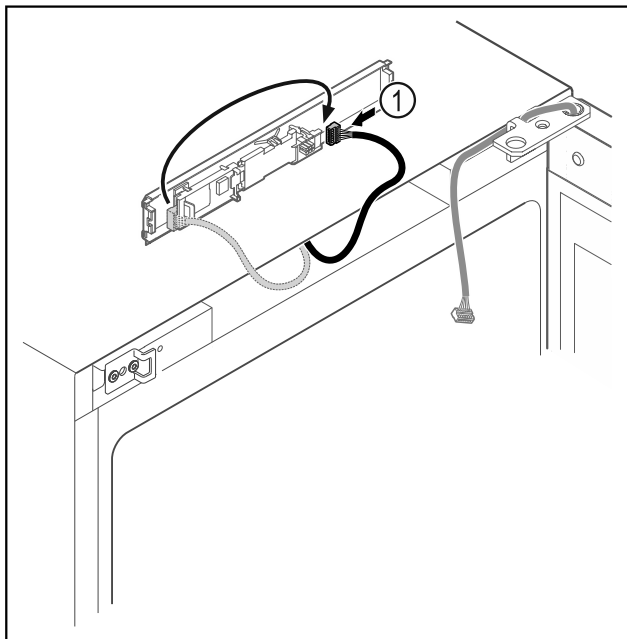

Fig. 17
- Переставити штекер Fig. 17 (1) на плиті.